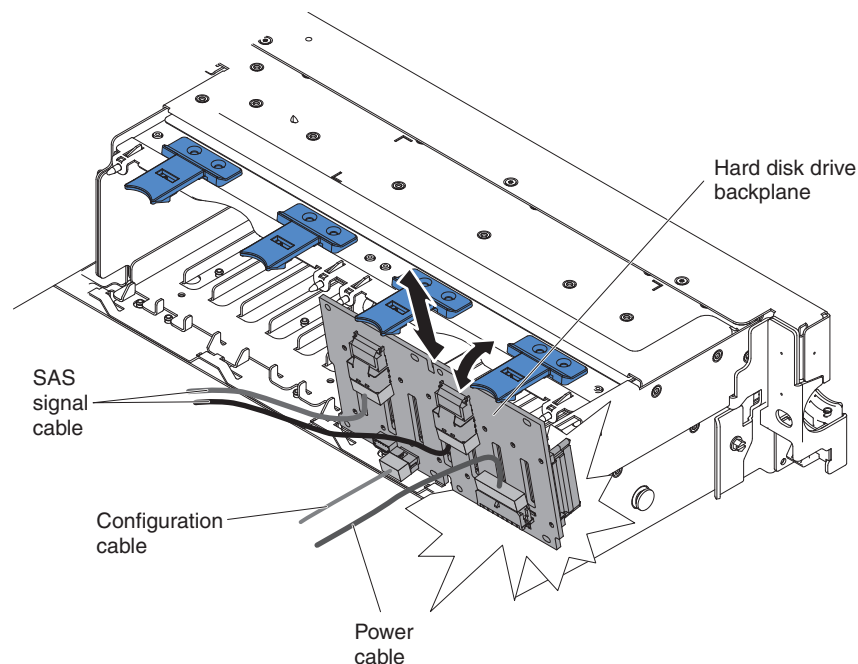

Figura 91. O painel posterior da unidade de disco do 2145-DH8
6. Levante as duas guias frontais e gire o conjunto do painel posterior/painel posterior em direção a traseira do servidor para remover o conjunto do painel posterior/painel posterior, conforme mostrado em Figura 91.